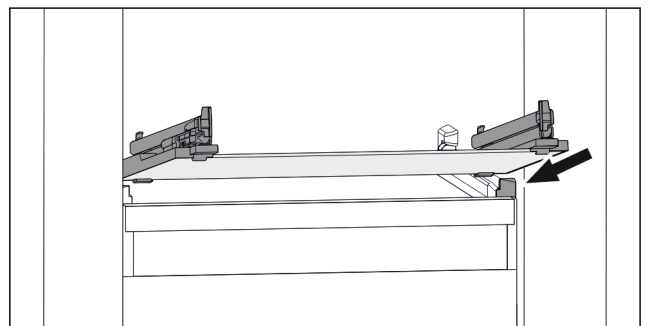

Fig. 95 Beispielhafte Darstellung der Glasplatte
- ▶ Glasplatte schräg hinter den Stopperrn aufsetzen. (siehe Fig. 95)